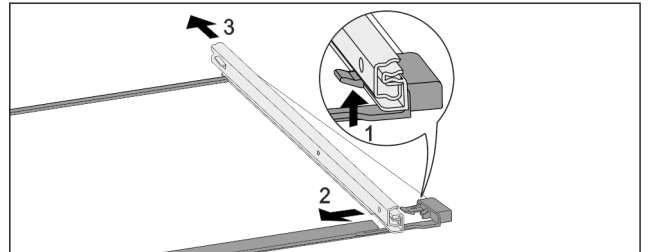

Fig. 110 带轨道的玻璃隔板
- 向上按前端的锁定钩。 Fig. 110 (1)
- 将伸缩轨推向一侧 Fig. 110 (2)，然后向后 Fig. 110 (3) 推。